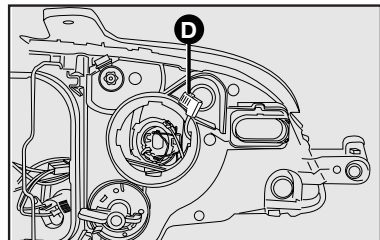

fig. 29
4) retirar la lámpara, sustituirla, remontar el portalámparas y conectar la ficha de conexión **D**-fig. 29, colocando por último la tapa plástica.